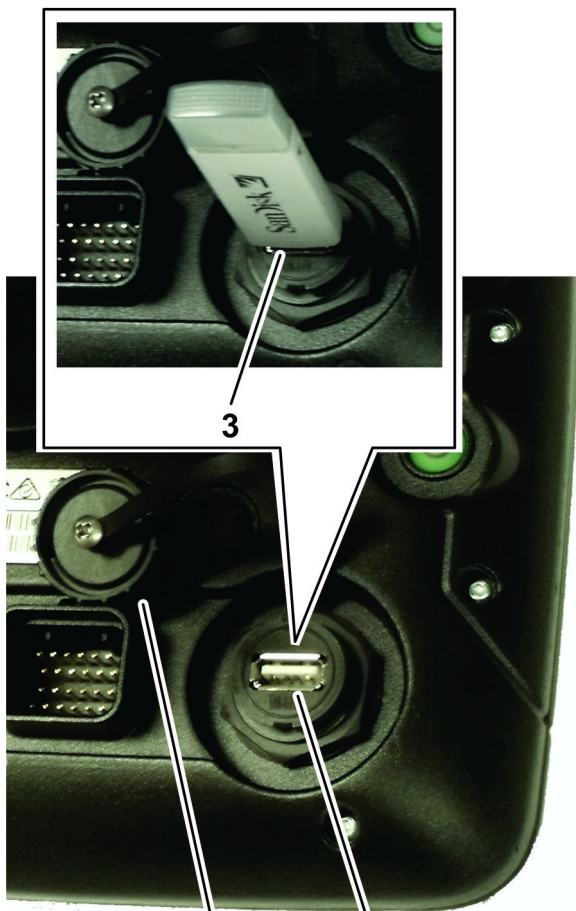

Рисунок 31
1. Удалите заглушку из USB-порта, расположенного под кнопкой питания (Рисунок 31).
2. Вставьте USB-накопитель в гнездо USB (Рисунок 31).